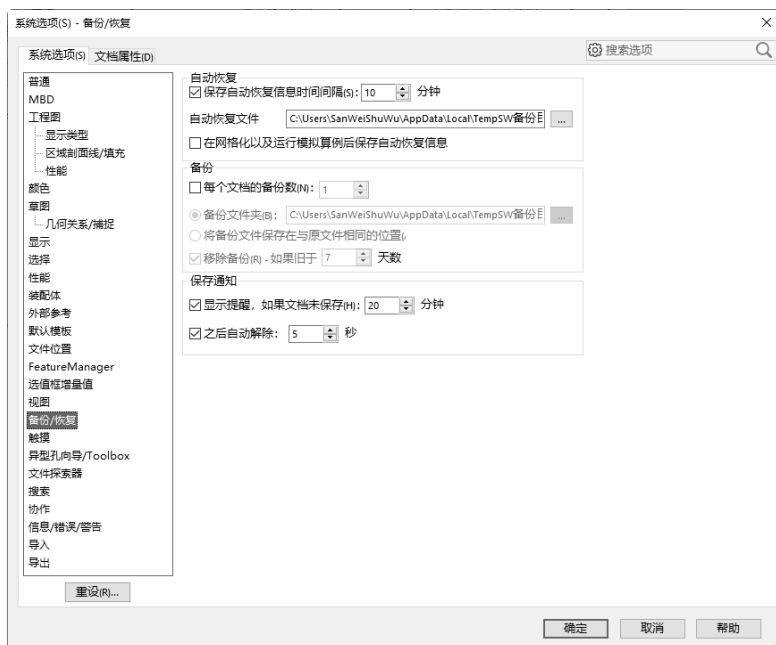

图 1-26 “备份/恢复”选项设置对话框
- ☑ 设置备份文件。该选项主要用来自动备份保存文件。单击“系统选项”选项卡中的“备份/恢复”选项，如图 1-26 所示。通过该选项可以设置自动保存的时间间隔、备份份数及备份文件的存放位置，从而防止系统死机时丢失设计文件。